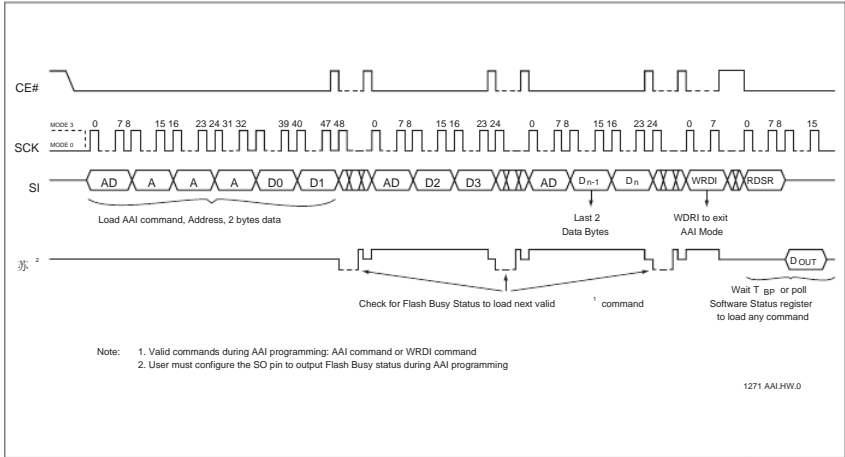

图9:阿 UTO ADDRESS INCREMENT (AAI) W ORD-P PROGRAM S EQUENCE带
在此之前任何写操作, 写使能 (WREN) 指令必须执行. Word程序的AAI 教学过程是由执行一个8-bit命令, ADH, 其次地址bits [A23:A0]. 继地址, 两个字节的数据输入顺序, 每一个从MSB (比特7) 至LSB (0), 数据的第一个字节 (00) 位将被输入的起始地址 [A23:A1] 与 A0=0, (D1) 的第二个字节的数据将被编程到初始地址 [A23:A1] 与 A0=1. CE# 必须驱动为高电平前AAI Word程序指令 executed. 用户必须检查进入前忙位ting下一个有效的命令. 一旦设备指示它是不再忙碌, 数据在未来两个连续的地址可以编程等. 当最后的希望字节已输入, 检查忙碌状态使用硬件方法或RDSR指令并执行写禁用 (WRDI) 指令, 04H, 终止AAI. 用户必须检查后WRDI忙状态, 以确定是否设备是任何命令准备. 见图9和10为 AAI字编程序列.